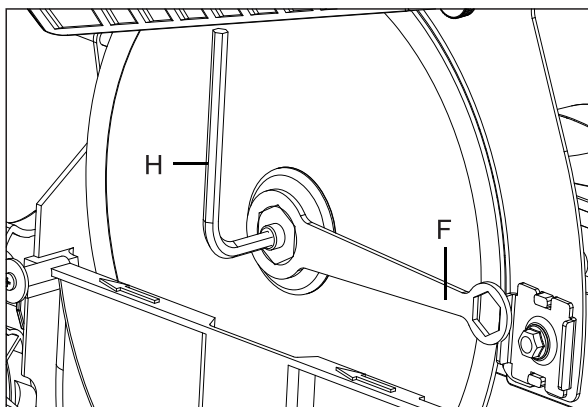

Рис. 19
4. С помощью ключей H и F (рис. 19) отверните гайку крепления диска, снимите фланец, снимите пильный диск.